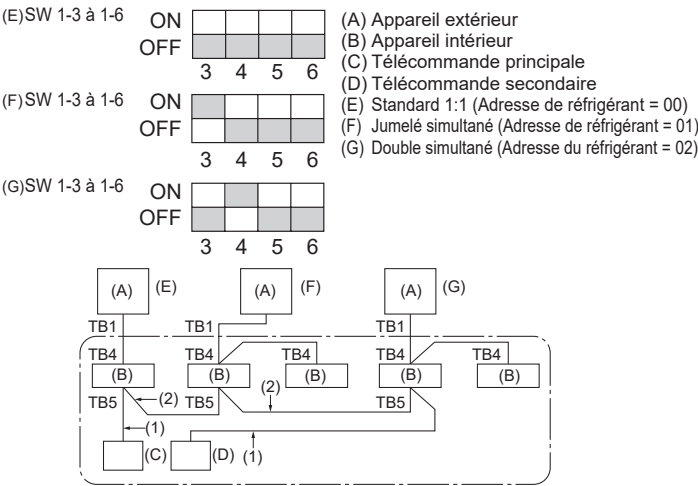

Fig. 9-1
- (2) Une fois la vanne d'arrêt de liquide fermée, activer le commutateur SWP sur la carte de commande de l'appareil extérieur. Le compresseur (appareil extérieur) et les ventilateurs (appareils intérieur et extérieur) s'enclenchent et la récupération du réfrigérant commence. Les témoins DEL 1 et 2 de la carte de commande de l'appareil extérieur s'allument.
- (3) Étant donné que l'appareil s'arrête automatiquement après 2 à 3 minutes lorsque la collecte du réfrigérant est terminée (DEL1 éteinte, DEL2 allumée), veiller à fermer rapidement le robinet d'arrêt du gaz. Si la DEL1 est allumée et la DEL2 éteinte et que l'appareil extérieur est arrêté, la collecte du réfrigérant ne s'est pas effectuée correctement. Ouvrir complètement le robinet d'arrêt du liquide puis attendre 3 minutes avant de répéter l'étape (2).
- (4) Mettre hors tension (coupe-circuit).
9. Contrôle du système (Fig. 9-1)